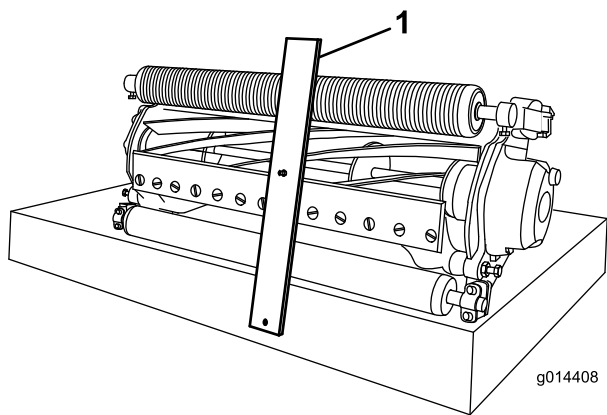

Figura 10
2. Prenda a cabeça do parafuso ao indicador da altura de corte no lado direito da extremidade cortante da lâmina de corte e apoie a extremidade traseira da barra na traseira do rolo (Figura 10).